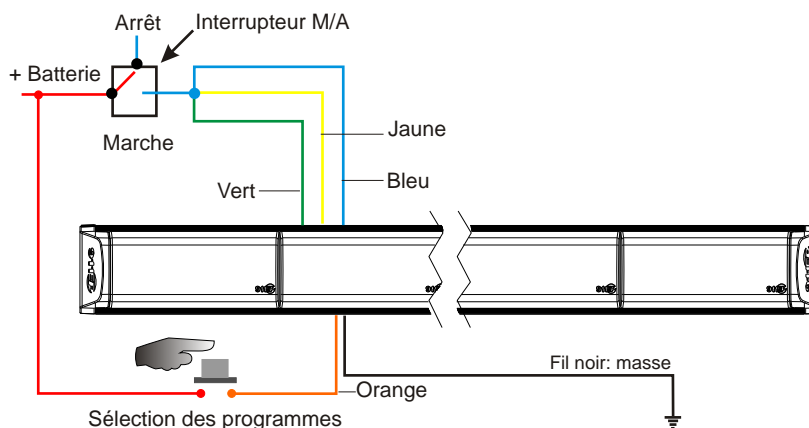

Figure 2. Câblage préalable
3.1.1 CÂBLAGE PRÉALABLE (Figure 2.)